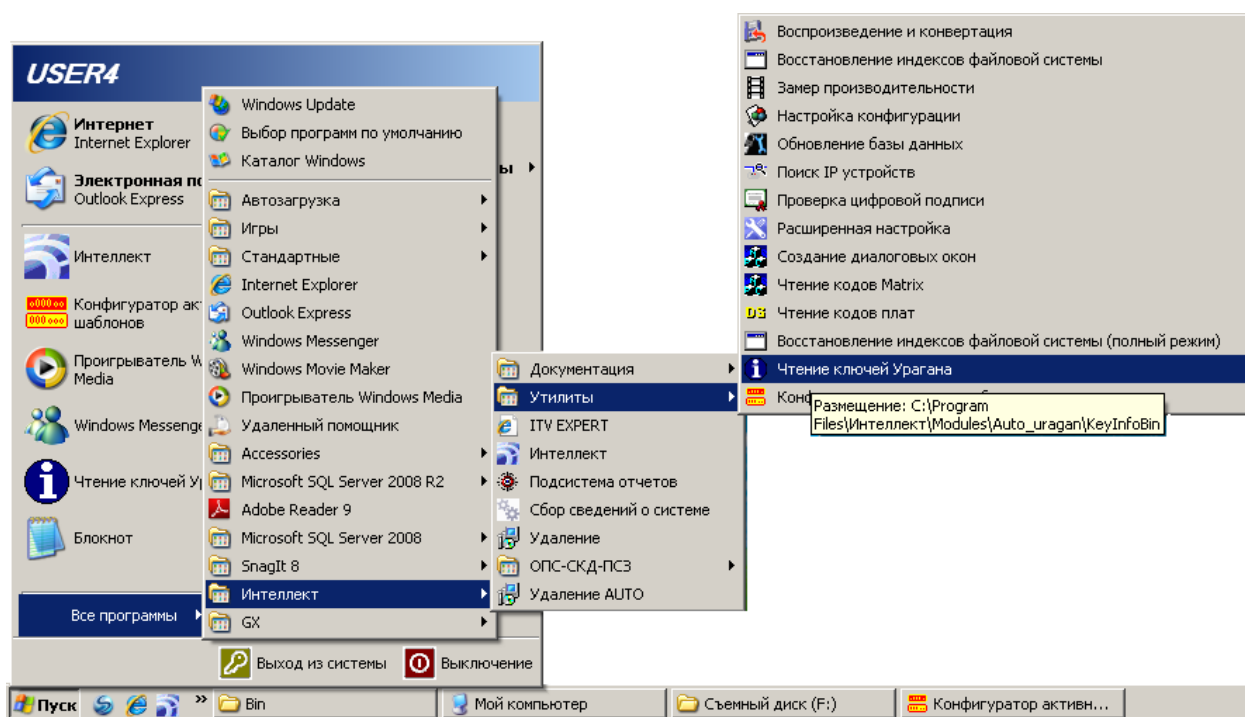

Рис. 13.1—1 Запуск утилиты KeyInfo.exe из меню Пуск
1. Из меню «Пуск». Утилита KeyInfo.exe доступна из меню «Пуск» => «Интеллект» => «Утилиты» => «Чтение ключей Урагана» (Рис. 13.1—1).